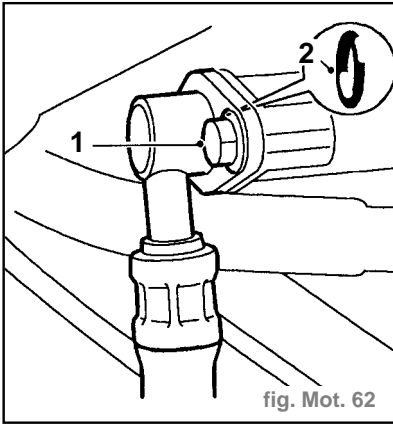

fig. Mot. 62
- Dégager le tuyau de retour de carburant des 2 attaches sous le collecteur d'admission (2).
- Enlever les 2 boulons maintenant le tuyau d'alimentation sur le collecteur de carburant (1) (fig. Mot. 62).